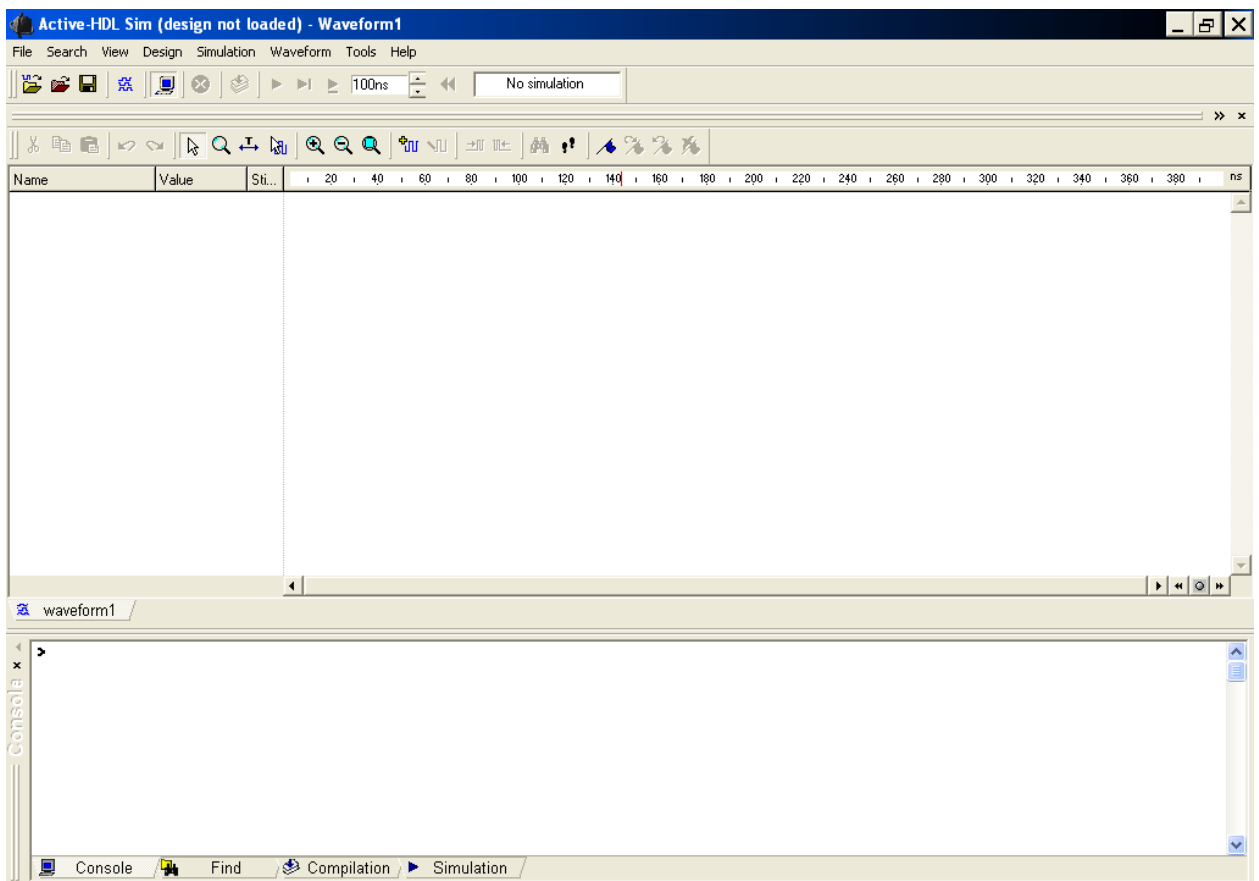

Figura 6. Interfaz de simulación.
- Para corroborar el funcionamiento correcto del programa es posible realizar su simulación. Para esto, debemos ir a: **Tool**→ **Active-HDL Sim**, abriéndose la ventana que se muestra en la figura 6.